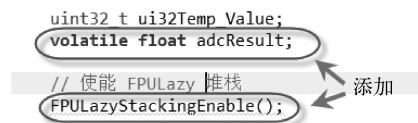

图 4-21 添加变量定义及使能 FPULazy 堆栈
- ① 添加浮点类型的变量 `adcResult`，并使能 `FPULazy` 堆栈，如图 4-21 所示。